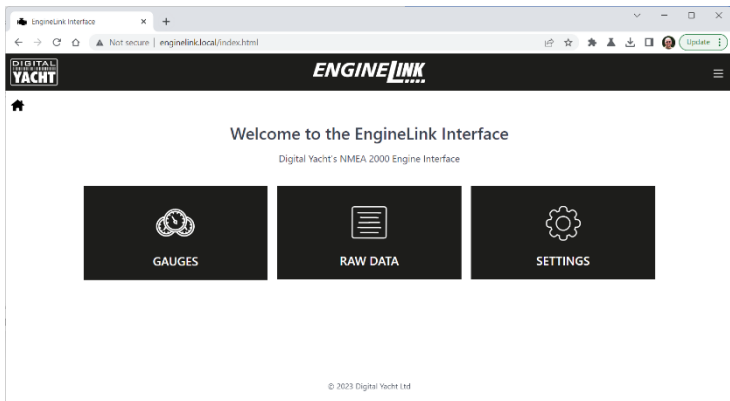

Figure 1
- Un appareil connecté au WiFi de l'EngineLink, peut accéder à son interface web dans un navigateur à l'adresse <http://192.168.1.1> ou <http://enginelinek.local>, ce qui devrait faire apparaître la page d'accueil d'EngineLink, comme le montre la figure 1 ci-dessous.